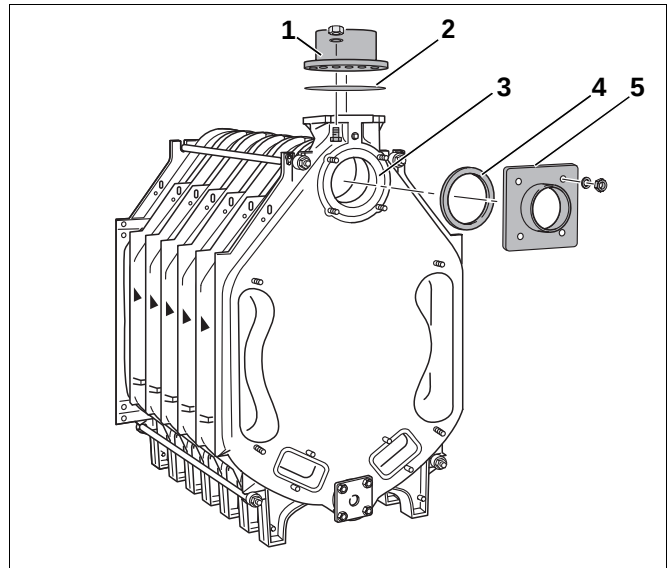

Abb. 28 Anschlussflansche montieren
Auf die obere Kesselnabe (Abb. 28, **Pos. 3** – Rücklaufanschluss) wird bei dem späteren Anschluss des Rücklaufs der Vorschweißflansch (mit angeschweißter Verrohrung) montiert.
Dargestellt sind Rechteck-Vorschweißflansch und Flachdichtung (Abb. 28, **Pos. 4 und 5**).
- Der Vorlaufanschlussflansch (Abb. 28, **Pos. 1**) mit Flachdichtung (Abb. 28, **Pos. 2**) wird für den späteren Anschluss des Vorlaufs benötigt.